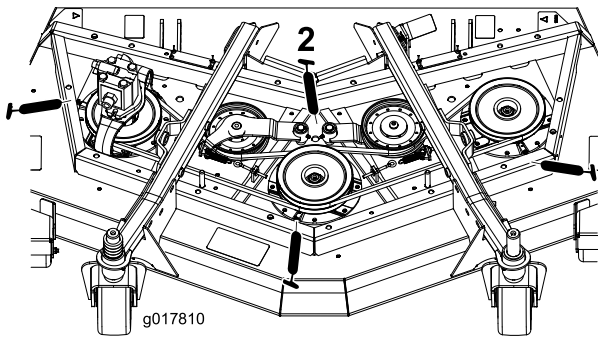

Bild 63
- Spindelwellenlager (3) (unter der Riemenscheibe) (Bild 63)
- Spannarm-Drehbüchsen (2) (Bild 63)